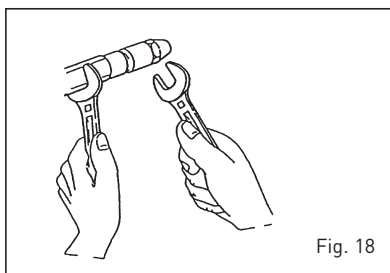

Fig. 18
4.7.3 Vervanging van het inspuitsstuk (fig. 18)
- Houd het spuitblok met een sleutel nr. 19 tegen en draai het inspuitsstuk met een sleutel nr. 16 los (fig. 18).